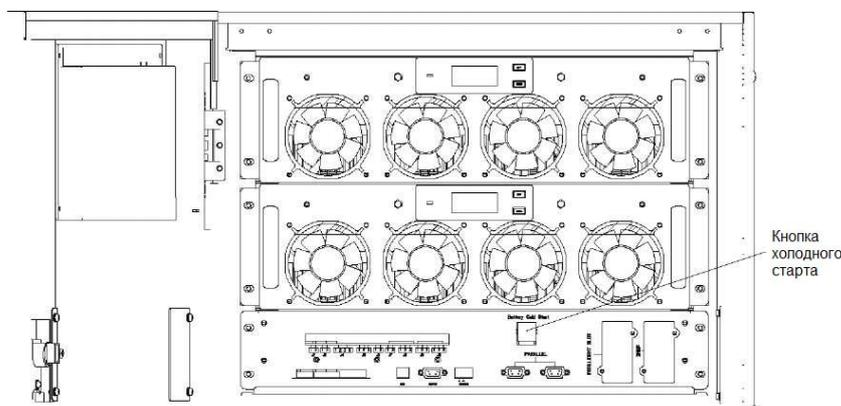

Рисунок 38. Расположение кнопки холодного старта
2. Нажмите красную кнопку для холодного запуска батареи (см. рисунок 38). Затем система получает питание от батареи. Для 20-слотового ИБП есть 2 кнопки холодного запуска батареи, каждая из кнопок может запускать только силовые модули своего шкафа (см. рисунок 38). Нажмите кнопки холодного пуска всех шкафов по очереди, после чего загорится индикация силового модуля.